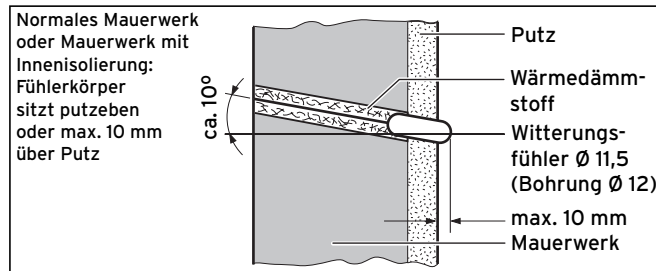

Abb. 4.2 Normales Mauerwerk oder Mauerwerk mit Innenisolierung
- Montieren Sie den Witterungsfühler gemäß Abbildung 4.2 bzw. 4.3.